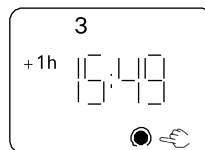

Рисунок 15.
Кнопкой ручного режима недельного таймера можно включить каменку так же, как и кнопкой ручного режима (3). При нахождении в ручном режиме дисплей выглядит, как на рисунке. (Рис. 15)